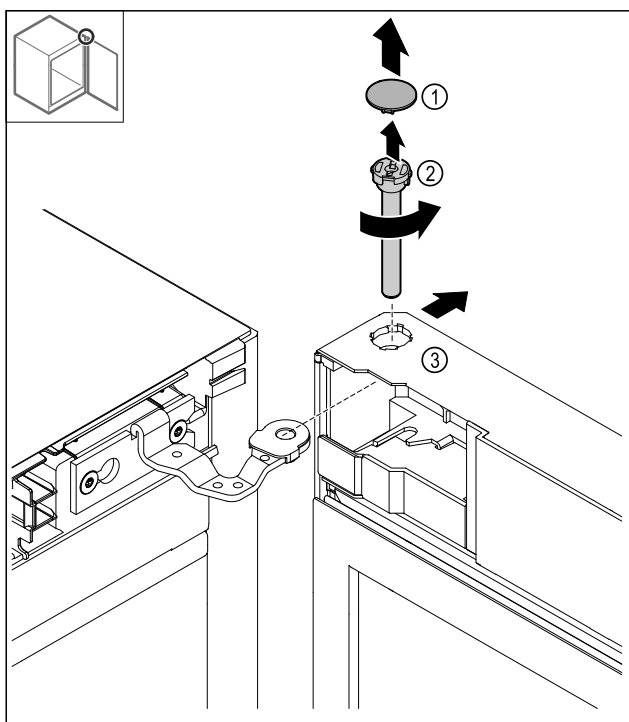

Fig. 19
- ▶ Зніміть накладку (1).
- ▶ Відкрутіть палець (2) проти годинникової стрілки й витягніть його.
- ▶ Злегка нахиліть дверцята Fig. 19 (3).